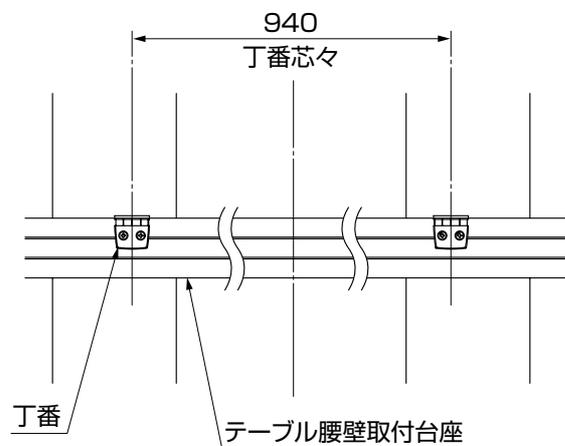

図2-3
- 丁番間のセンターとテーブル腰壁取付台座のセンターを合わせて取付けてください。(図2-3参照)